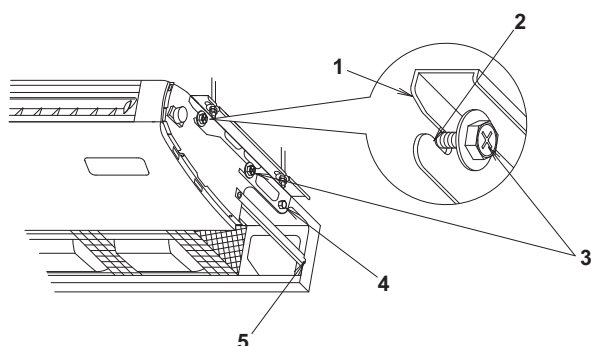

Bild 11
(2) Lyft inomhusenheten, skjut den framifrån och för in konsolhångarbulten (M8) ordentligt för tillfällig upphängning. (Se bild 11)
(3) Dra åt konsolfästskruvarna (M5) på 2 platser (som tidigare tagits bort, så att de återställs). (Se bild 11)
(4) Dra åt konsolinstallationsbultarna (M8) (4 platser) ordentligt. (Se bild 11)